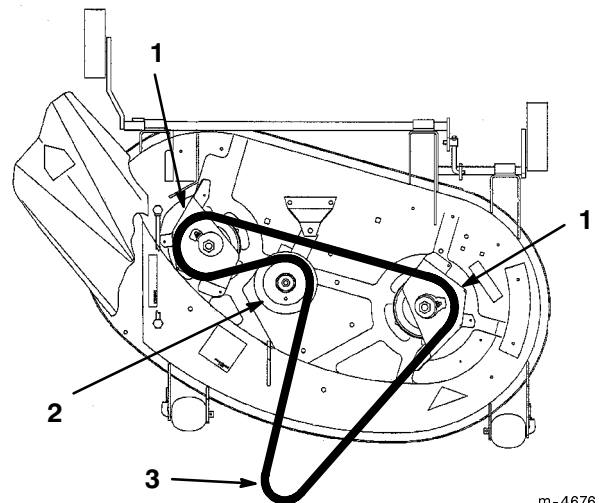

Bild 28
2. Entfernen Sie die Halteschrauben der Riemenabdeckungen und die Riemenabdeckungen von beiden Schnittmesser-Riemenscheiben (Bild 28).
3. Ziehen Sie den Treibriemen von den Scheiben ab (Bild 28).
2. Bringen Sie die linke und rechte Riemenscheiben-Abdeckung mit Halteschrauben an (Bild 28).